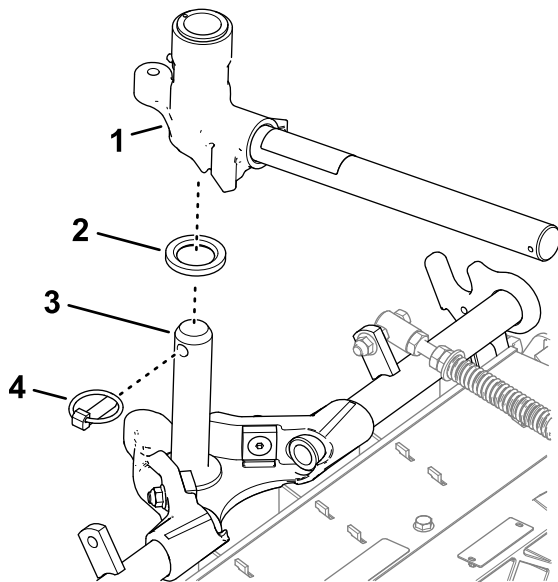

Figura 29
2. Introduceți furca braului de ridicare pe arborele cadrului de susținere (Figura 29).